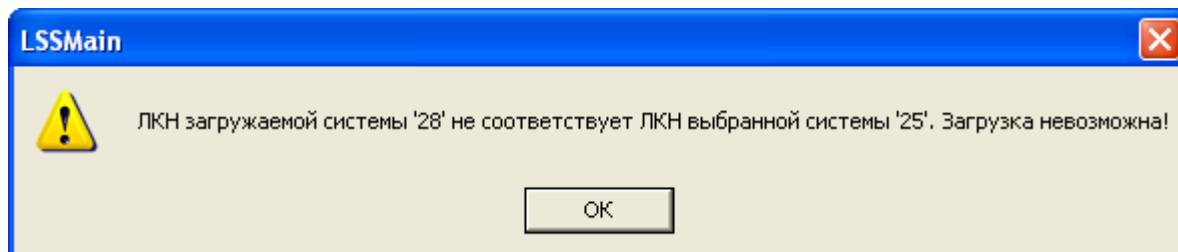

Рис. 17-6
- Если ЛКН выбранного элемента ЛСИ-системы не совпадает с ЛКН системы в загружаемом файле, при нажатии на кнопку **OK** в окне **Импорт из TcEng** появится сообщение, представленное на рис. 17-6.